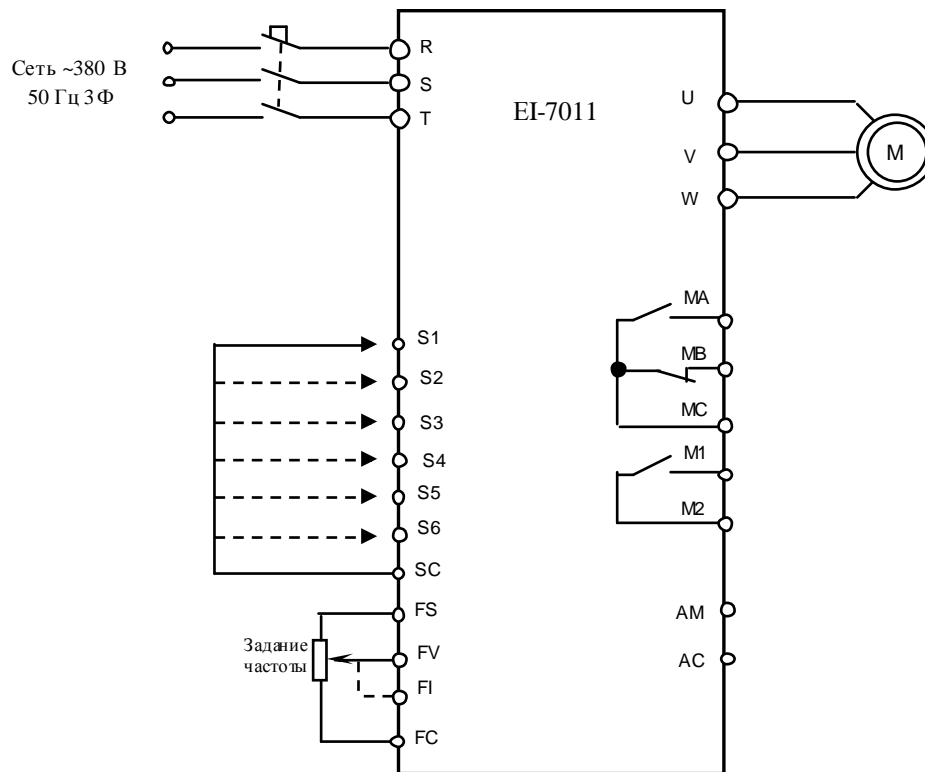

Рис. 4.28. Диагностика входных и выходных цепей у управления
4.17.1. Подключить электродвигатель к выходным клеммам U, V, W (рис. 4.28).
4.18.1. Подключить к ПЧ электродвигатель и подать питающее напряжение (рис. 4.28). Запрограммировать в соответствии с Руководством по эксплуатации EI-7011 следующие значения констант:
4.18.3. Подключить один из концов проволочной перемычки (рис. 4.28) к клемме **SC**.